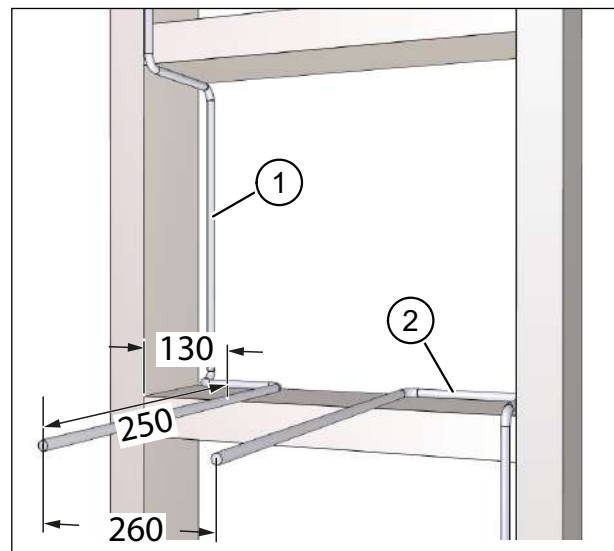

Abb. 9: Anschlusskabel verlegen, Maße in Millimeter
- ▶ Verlegen Sie das Netzkabel (Pos. 1 in Abb. 9) und ggf. das Steuerkabel (Pos. 2 in Abb. 9) mit einem Kabelüberstand von ca. 250 mm.
- Füllen Sie die Hohlräume zwischen Mauerkasten und Ständerkonstruktion durchgängig mit Dämmmaterial (Pos. 1 in Abb. 9) oder mit anderen geeigneten Verfüllmaterialien.